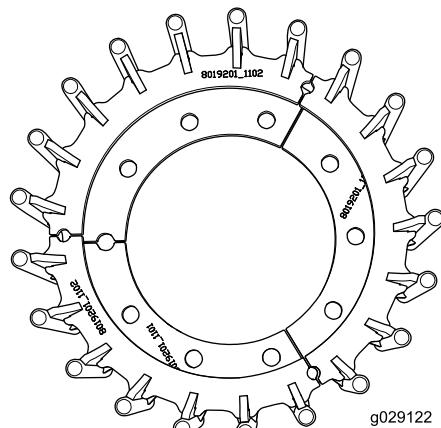

Figura 12
1. Alinee los 3 dientes de engranaje juntos en el suelo (Figura 12).